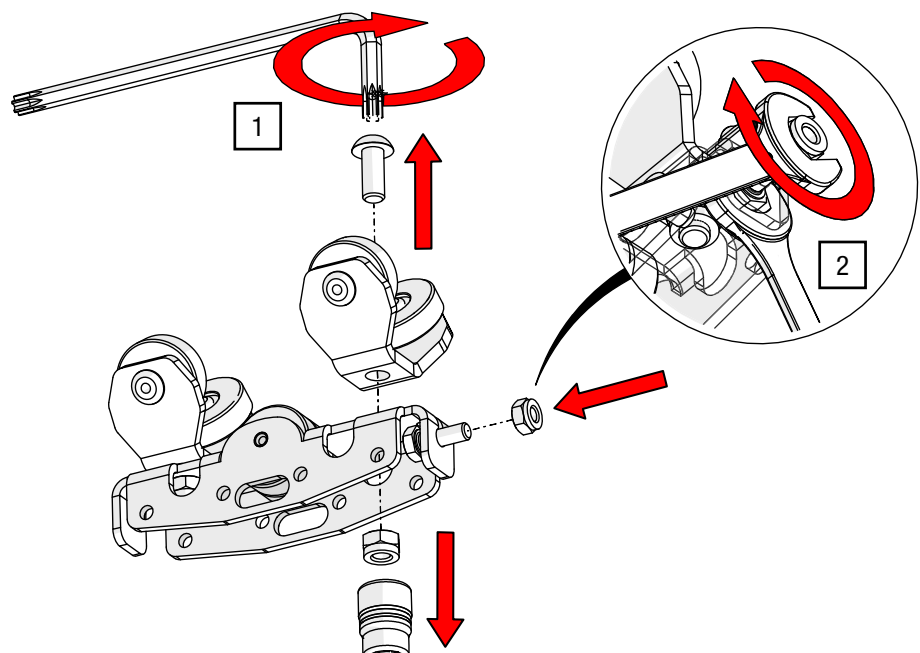

Abb. 52: Zugwagen mit Rastbremse – Montage von Schraube für Magnetkopplung
1. Lösen Sie die Verschraubung der vorderen Radaufnahme mit einem Sechskant-Steckschlüssel SW 8 und TORX®-Schlüssel T25 (siehe Abb. 52).
2. Entfernen Sie den Gummipuffer, montieren Sie die Schraube der Magnetgegenplatte im Zugwagen und ziehen Sie die Sechskantmutter mit zwei Gabelschlüsseln SW 4 mit 3 Nm an (siehe Abb. 52).